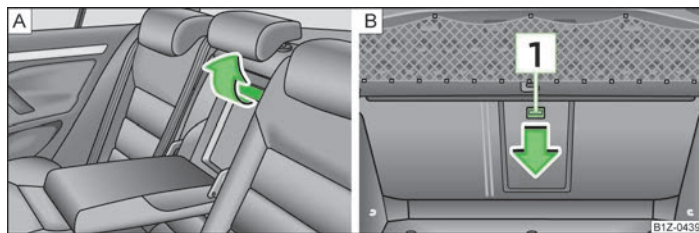

Fig. 81 Scaunele din spate: Mâner / Portbagajul: Tasta de deblocare
- Trageți mânerul în sus până la opritor » fig. 81 - A și rabatați capacul în jos.
- Împingeți tasta de deblocare 1 » fig. 81 - B în jos și rabatați capacul (cu cotiera) în față.
Aveți grijă ca după închidere să fie întotdeauna bine fixate cotierele. Acest lucru îl recunoașteți după zona roșie de deasupra tastei de deblocare 1 » fig. 81 - B, care nu trebuie să fie vizibilă din portbagaj.